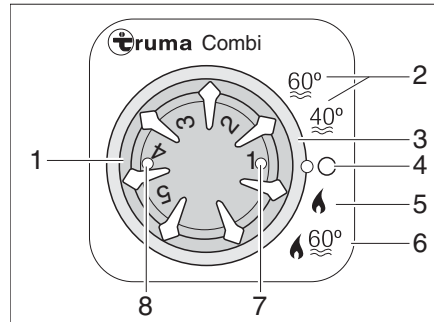

Fig. 113 Centralina di controllo per riscaldamento/boiler
- Impostare la modalità di funzionamento tramite l'interruttore girevole (Fig. 113,3).
Il riscaldamento seleziona da solo lo stadio necessario del bruciatore a seconda dello stadio di riscaldamento regolato. Durante la modalità di funzionamento "Riscaldamento e boiler" (Fig. 113,6) si riscalda anche l'acqua nel boiler. Nella modalità di funzionamento "Riscaldamento senza boiler" (Fig. 113,5) il riscaldamento può funzionare anche con boiler vuoto.
- Posizionare la manopola della temperatura (Fig. 113,1) della centralina di controllo sullo stadio di riscaldamento desiderato.
- Posizionare l'interruttore girevole (Fig. 113,3) sul funzionamento invernale "Riscaldamento senza boiler" (Fig. 113,5) o sul funzionamento invernale "Riscaldamento e boiler" (Fig. 113,6).
La spia di controllo verde (Fig. 113,7) si accende.
- Posizionare l'interruttore girevole (Fig. 113,3) su "O" (Fig. 113,4).